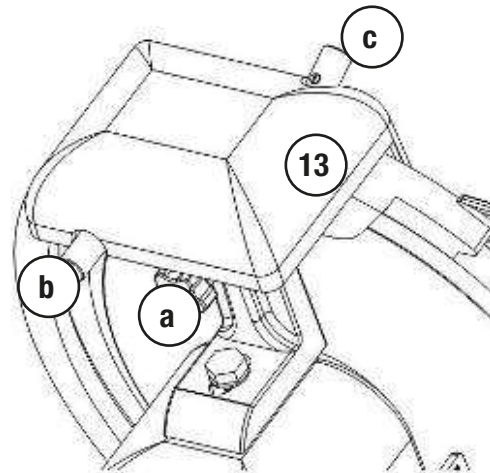

Abb. 7
- Halten Sie den Druckknopf [b] (Abb. 7) für den groben Schleifstein an der Rückseite vom Messerschärfer [1] gedrückt und lassen Sie das Gerät für ca. 30-40 Sekunden Minuten laufen, so dass sich auf dem Schneidmesser ein Grat bildet.